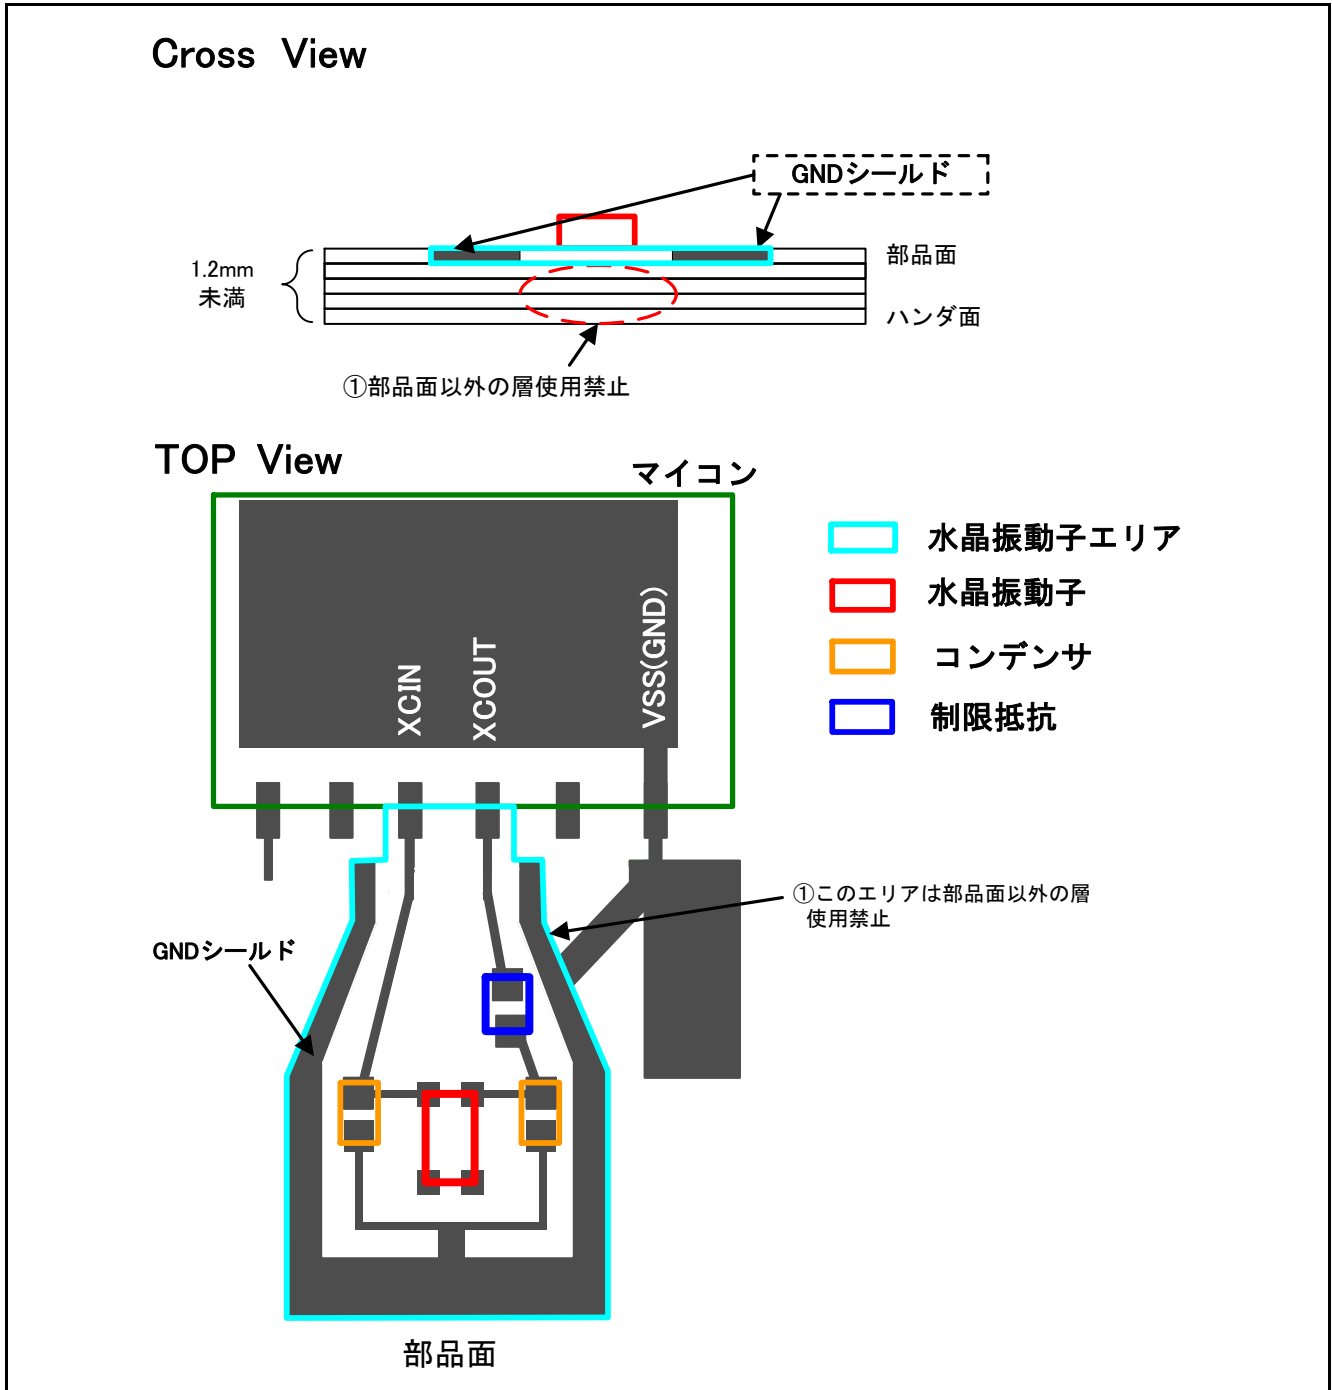

図1.5 厚さが 1.2mm 未満の多層基板のパターン例
- ① 水晶振動子エリアの中間層にはパターンを配置しないでください(このエリアには電源、GND を配置しないでください。また、信号線を通過させないでください)。
- ② ボトム GND は、GND シールドよりも 0.1mm 以上大きくしてください。ボトム GND は部品面の GND シールドのみと接続し、GND シールドを経由して VSS 端子と接続してください。
- ③ GND シールドの終端はボトム GND と接続してください。
①に厚さが 1.2mm 未満の多層基板で作成するときの要点を示します。また、図 1.5にパターン例を示します。
- ① 水晶振動子エリアでは、部品面以外の層はパターンを配置しないでください(このエリアには電源、GND を配置しないでください。また、信号線を通過させないでください)。